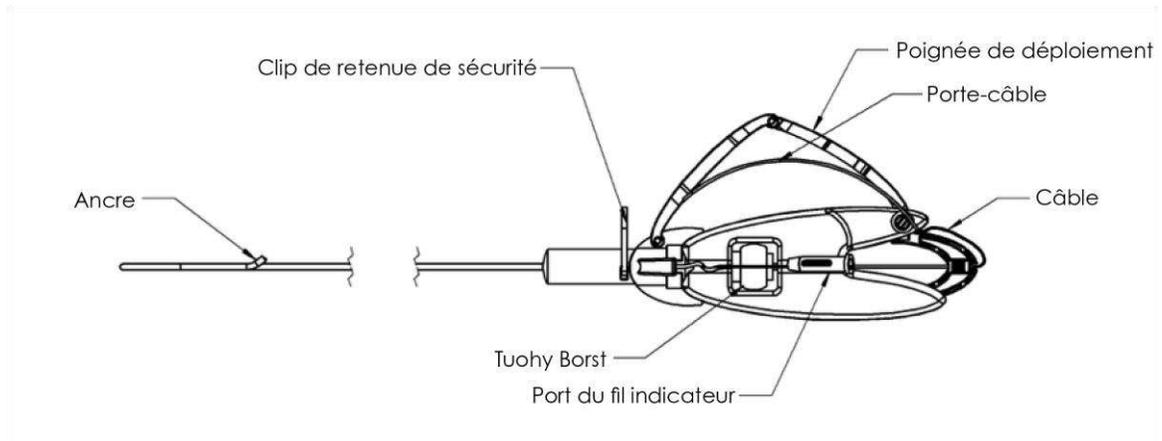

Figure 5a. Cathéter de pose principal V1
- Le cathéter de pose principal est livré avec le câble raccordé et doté d'une ancre préchargée. Voir les **Figures 5a** et **5b**.